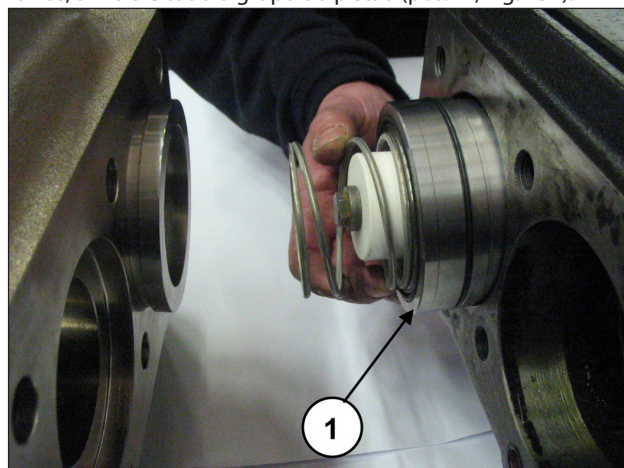

Fig. 154
Girando o eixo, faça avançar a guia do pistão de modo que a tampa, avançando à sua volta, podendo ejetar o suporte dos forros, a mola e todo o grupo do pistão (pos. ①, Fig. 154).